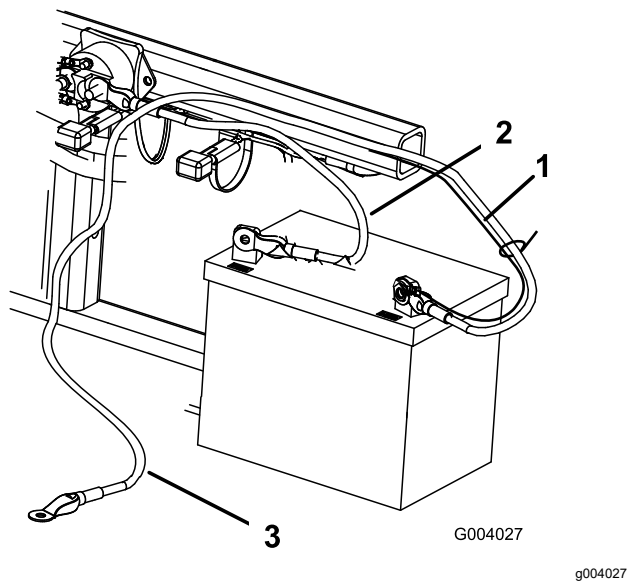

图 5
2. 用螺栓 ¼ x ⅝ 英寸和锁紧螺母将正极接线红色固定到正极+端子 图 5。
3. 用螺栓 $\frac{1}{4} \times \frac{5}{8}$ 英寸和锁紧螺母 $\frac{1}{4}$ 英寸将小黑色接线和负极接线黑色固定到电池的负极-端子图 5。